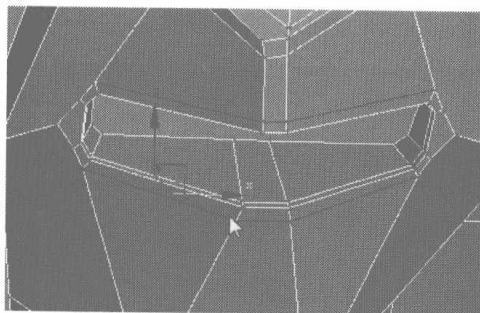
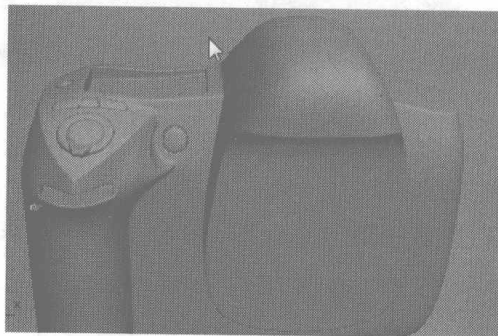

图 6.141
图 6.143
- 06** 在滚轮轮廓上、下方分别添加如图 6.141 所示的边线, 并将如图 6.142 所示的多余的节点进行塌陷, 然后细致地调整其形状, 效果如图 6.143 所示。